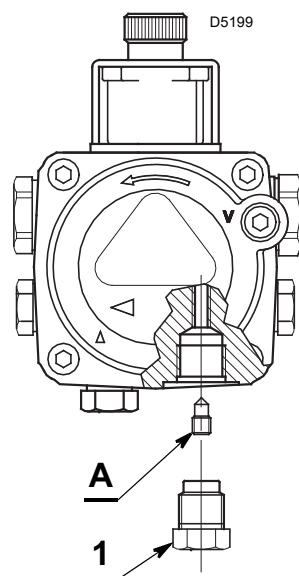

Fig. 10
La pompe est prévue pour un fonctionnement en bitube. Pour le fonctionnement en mono-tube, il faut dévisser le bouchon de retour 1), enlever la vis de by-pass (A) et ensuite revisser le bouchon 1)(Fig. 10).